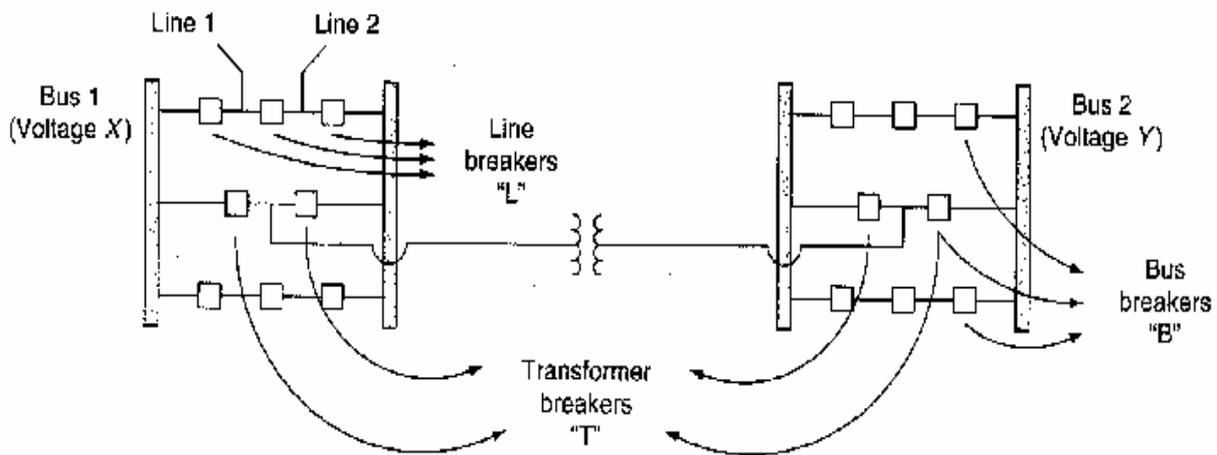

FIGURE 9.3 Breaker-and-a-Half Substation Connection
- En la fig. 9.3 se puede observar que cada interruptor sirve al menos a 2 bays.